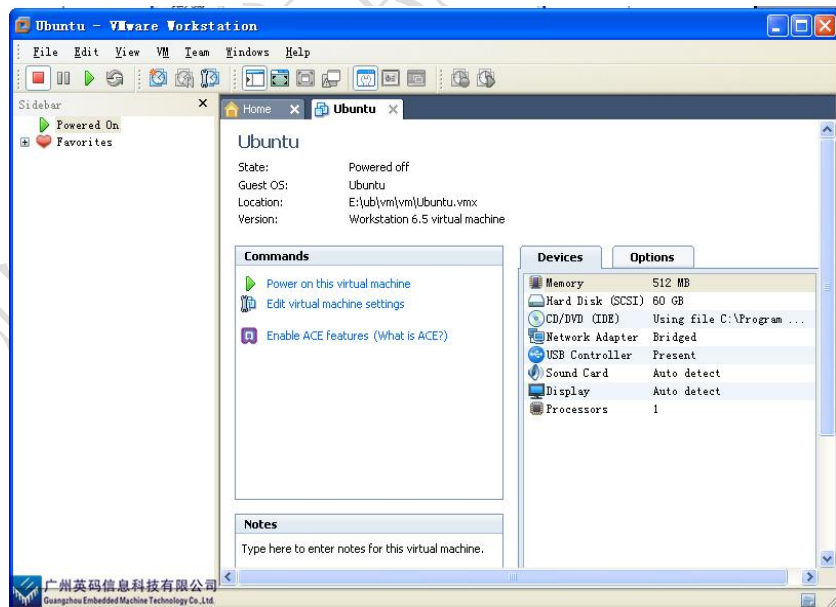

图 4.13
5) 选择左上角的绿色三角，启动 ubuntu 如图 4.13 所示